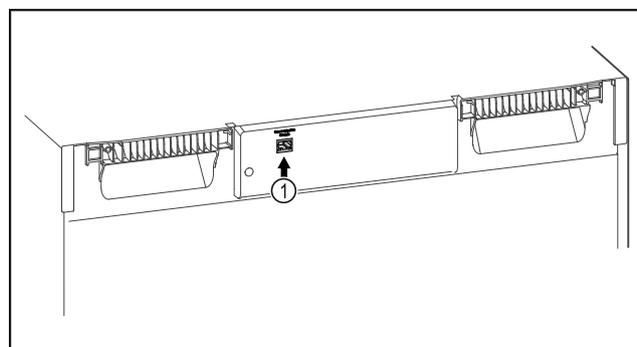

Fig. 140
- SmartModule Fig. 140 (1) встановлено.